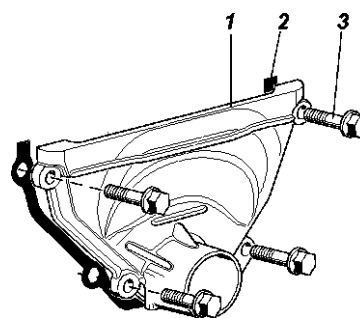

Рис. 4.24. Снятие передней крышки головки цилиндров:
- снимите переднюю крышку головки цилиндров (рис. 4.24);